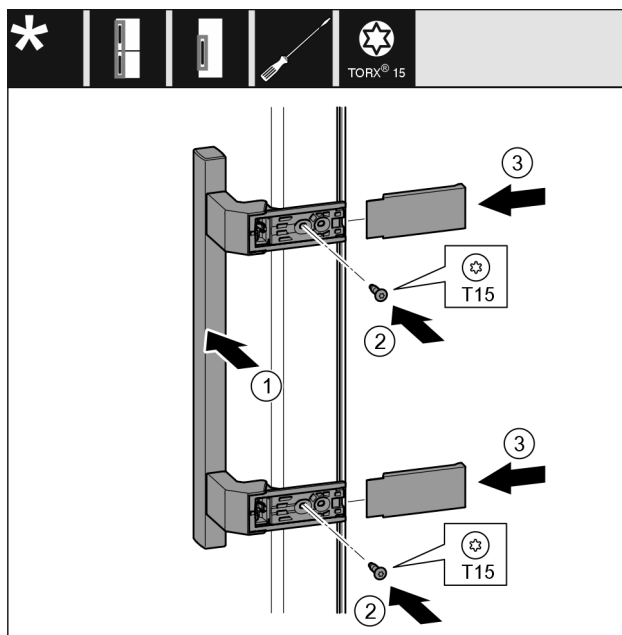

Fig. 25
- ▶ Uždėkite rankeną Fig. 25 (1) priešingoje pusėje.
- ▶ Tvirtai prisukite varžtus Fig. 25 (2) atsuktuvu.
- ▶ Uždėkite dengiamąsias plokšteles Fig. 25 (3) šone ir jas užmaukite.